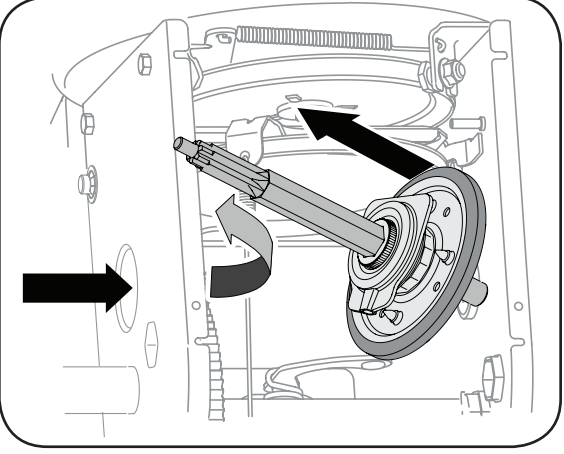

Figure 6-15
- 3. Abaissez doucement l'arbre hexagonal vers la gauche avant de faire glisser la roue de frottement de l'arbre. Voir la Figure 6-15.